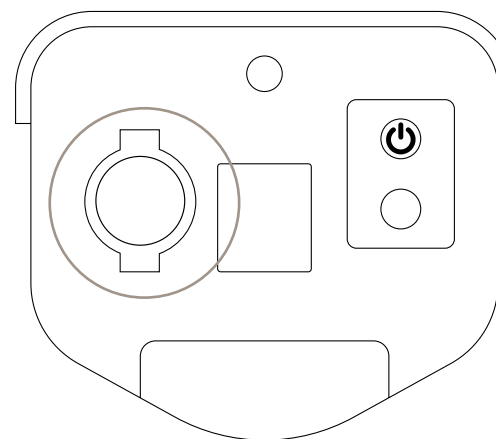

FIG. 15
3. Collegare il carica batterie in dotazione con l'apposito spinotto (FIG 15);